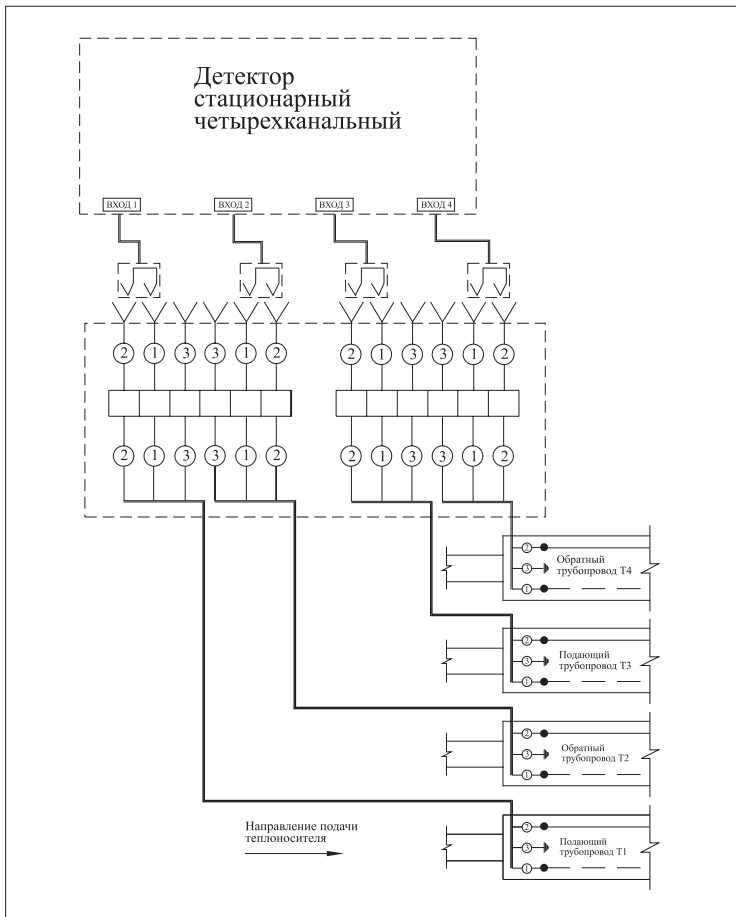

Рис. 11 «Подключение стационарного четырехканального детектора»
10. Для подключения стационарного четырехканального детектора монтаж проводников осуществлять по схеме (**Рис. 11**)